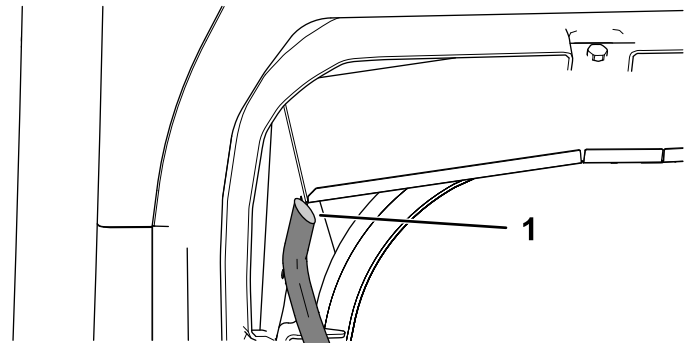

Bild 44
- Drücken Sie jedes Ende des durchsichtigen Schlauchs zusammen und schneiden ihn in einem 45°-Winkel ab (**Bild 44**).
- Fluchten Sie den durchsichtigen Schlauch mit der Unterseite der Wasserrinne aus, sodass die Oberseite des Winkels an der Außenseite der Maschine ist; befestigen Sie ihn dann (**Bild 44**).